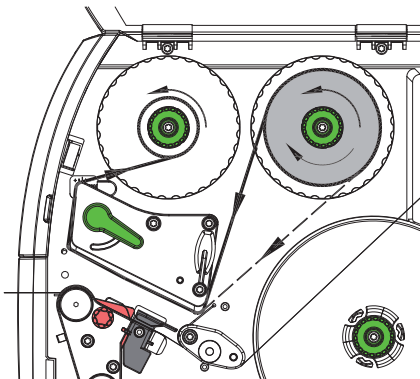

Figura 18 Curso da fita de transferência
2. Rodar a alavanca (6) no sentido contrário ao dos ponteiros do relógio, para levantar a cabeça de impressão.
3. Deslocar a fita de transferência (1) no desenrolador (2), de forma a que o revestimento colorido da fita fique virado para baixo ao desenrolar.
4. Colocar o rolo (1) no desenrolador, de forma a que as duas extremidades do rolo apresentem valores de escala idênticos.
5. Segurar o rolo da fita de transferência (1) e rodar o botão rotativo no desenrolador (3) no sentido contrário ao dos ponteiros do relógio, até o rolo da fita de transferência ficar fixo.
6. Inserir um núcleo da fita de transferência adequado (4) no enrolador da fita de transferência (5) e fixar da mesma maneira.
7. Passar a fita de transferência pelo módulo de impressão, tal como ilustrado na Figura 18.
8. Fixar o início da fita de transferência no núcleo da fita de transferência (4) com fita cola. Observar aqui o sentido de rotação do enrolador da fita de transferência no sentido contrário ao dos ponteiros do relógio.
9. Rodar o enrolador da fita de transferência (5) no sentido contrário ao dos ponteiros do relógio, para alisar o curso da fita de transferência.
10. Rodar a alavanca (6) no sentido dos ponteiros do relógio, para bloquear a cabeça de impressão.